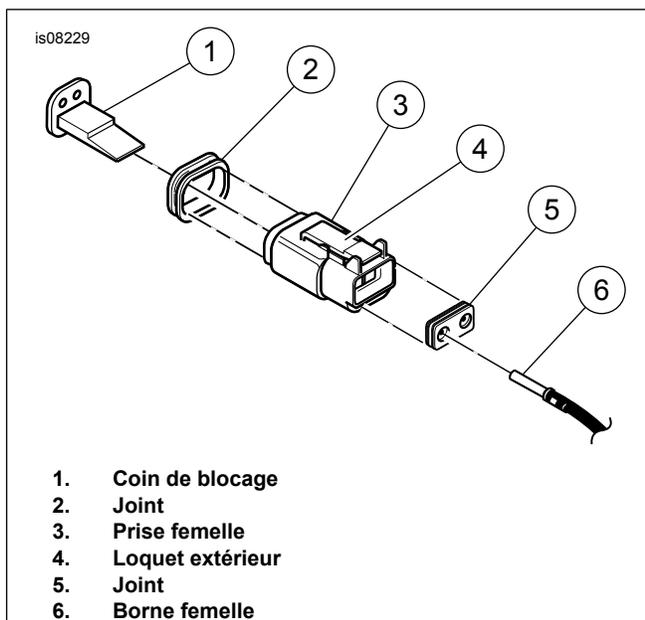

Figure 2. Connecteur électrique de feu de direction arrière
Voir Figure 2. **Les modèles de 1994 et 1995** ont un connecteur Deutsch situé sous la selle.
2. Voir Figure 2. **Sur les modèles de 1994 et 1995**, suivre les fils de feu de direction arrière vers les deux connecteurs situés sous la selle. Séparer les parties femelles des connecteurs de feu de direction arrière en appuyant sur le loquet extérieur de chaque connecteur et en déplaçant la partie femelle en va-et-vient jusqu'à ce qu'elle soit dégagée. Laisser les parties mâles des connecteurs attachées au cadre. Retirer le coin de blocage secondaire orange de chaque connecteur en introduisant la lame d'un petit tournevis dans la gorge du coin de blocage. Tourner le tournevis à 90° pour extraire le coin. Tirer délicatement les fils de chaque connecteur tout en ouvrant les petites languettes de verrouillage à l'intérieur du connecteur à l'aide d'un petit tournevis à lame plate.